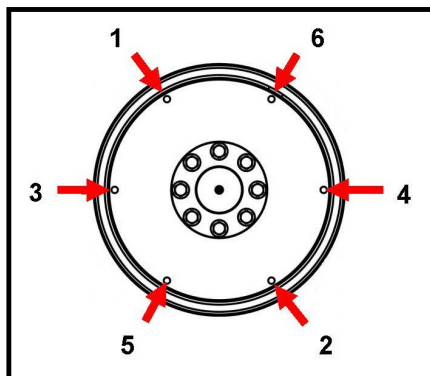

FIGURE 22. SÉQUENCE FIXE
10. Serrer les vis pour fixer le disque d'accouplement au volant dans l'ordre indiqué sous Figure 22 à la page 41.